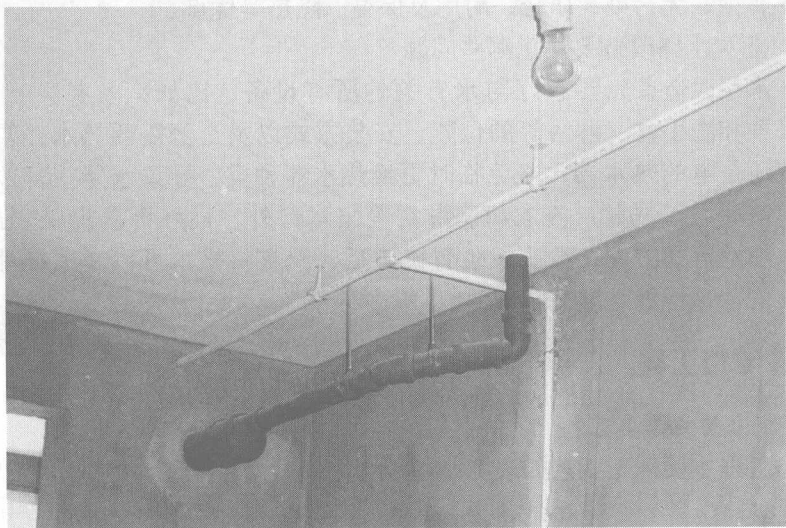

图1-2 管卡
(9) 明装管道单根冷水管距墙表面应为15~20mm,冷热水管安装应左热右冷,平行间距应不小于200mm。明装热水管穿墙体时应设置套管,套管两端应与墙面持平。
(10) 管接口与设备受水口位置应正确。对管道固定管卡应进行防腐处理并安装牢固,墙体为多孔砖墙时,应凿孔并填实水泥砂浆后再进行固定件的安装。当墙体为轻质隔墙时,应在墙体内设置埋件,后置埋件应与墙体连接牢固。
(11) 管道敷设应横平竖直,管卡位置及管道坡度均应符合规范要求。各类阀门安装应位置正确且平正,便于使用和维修,并做到整齐美观。住宅室内明装给水管道的管径一般都在15~20mm之间。根据规定,管径20mm及以下给水管固定管卡设置的位置应在转角、小水表、水龙头或者三角阀及管道终端的100mm处。
(12) 安装PVC管应注意:管材与管件连接端面必须清洁、干燥、无油,去除毛边和毛刺;管道安装时必须按不同管径的要求设置管卡或吊架,位置应正确,埋设要平整,管卡与管道接触应紧密,但不得损伤管道表面(图1-2);采用金属管卡或吊架时,金属管卡与管道之间采用塑料带或橡胶等软物隔垫。